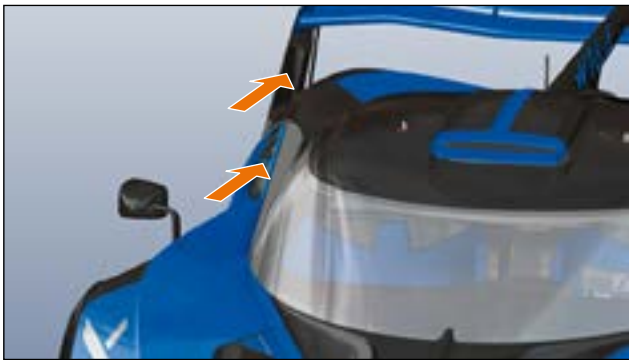

ABB.93 GEBLÄSELÜFTER SEITENTEIL
- Positionieren Sie binnen 10 Sekunden (» Abb.93) nach dem Anhalten Gebläselüfter an den seitlichen Lufteinlässen rechts und links am Fahrzeug.